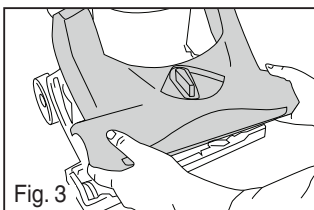

Fig. 3
- Remplacez le couvercle du cylindre brosseur (Fig. 3).